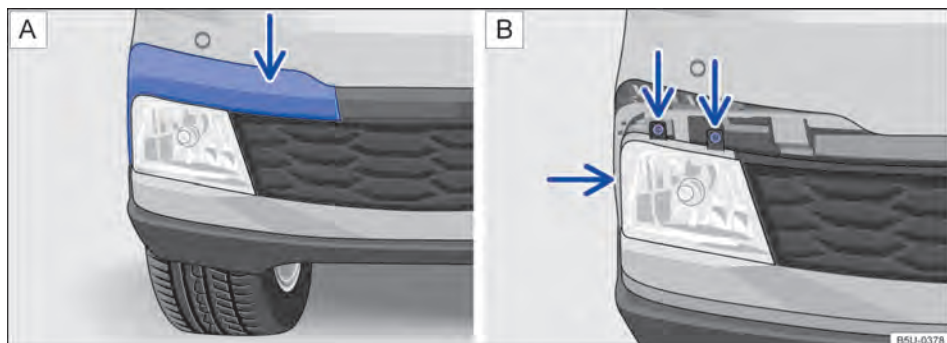

Fig. 185 No para-choque dianteiro: **A** desinstalar a moldura do farol de neblina e **B** retirar os parafusos do farol de neblina.
- 2 Desencaixar a moldura, cuidadosamente → , primeiramente pelo local indicado pela seta → Fig. 185 **A**. Remover completamente para acessar os parafusos do farol de neblina.
- 3 Remover os parafusos de fixação indicados pelas setas → Fig. 185 **B**.